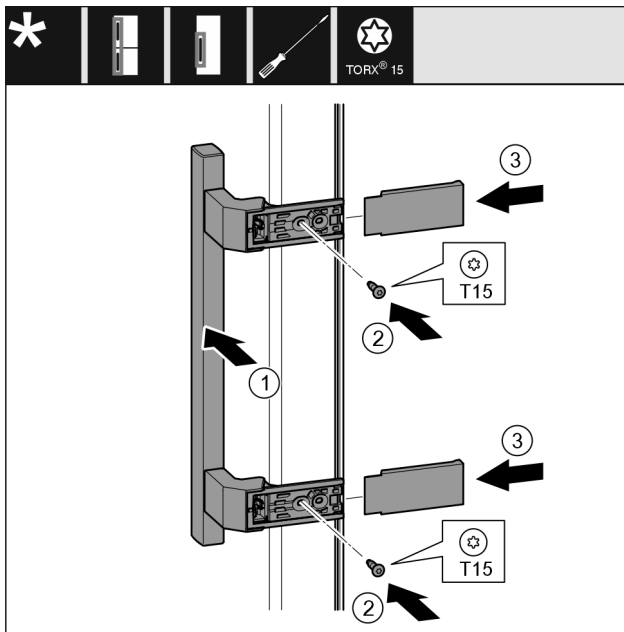

Fig. 25
- ▶ Coloque el tirador Fig. 25 (1) en el lado opuesto.
- ▶ Apriete los tornillos Fig. 25 (2) con el destornillador.
- ▶ Coloque las cubiertas Fig. 25 (3) lateralmente y empújelas.